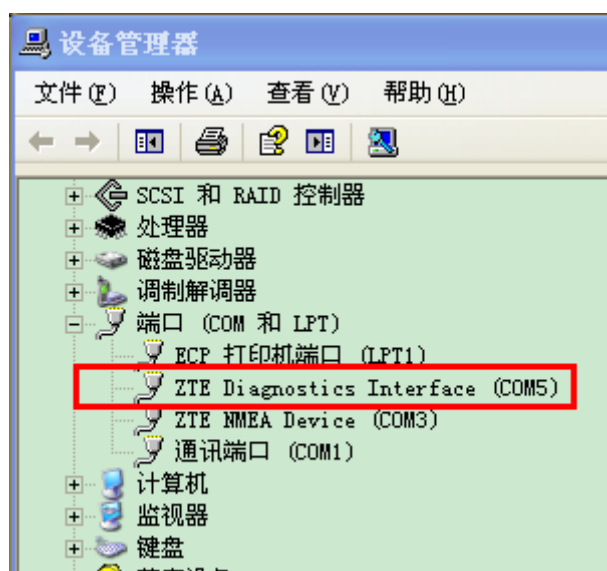

图 2 端口号查询示意图
2. 指定诊断口的端口号：无线模块与电脑连接之后，可以在“设备管理器”界面中看到诊断口的端口号。如图 2 所示（名字中有“diag”字样的端口即为诊断口，在本例中，诊断口的端口号为 5）。